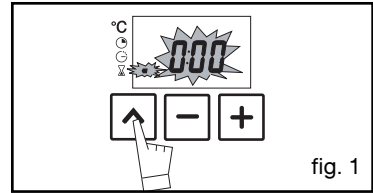

fig. 1
- Pulse el mando “^” (fig. 1) hasta que parpadee el símbolo correspondiente al minuterero